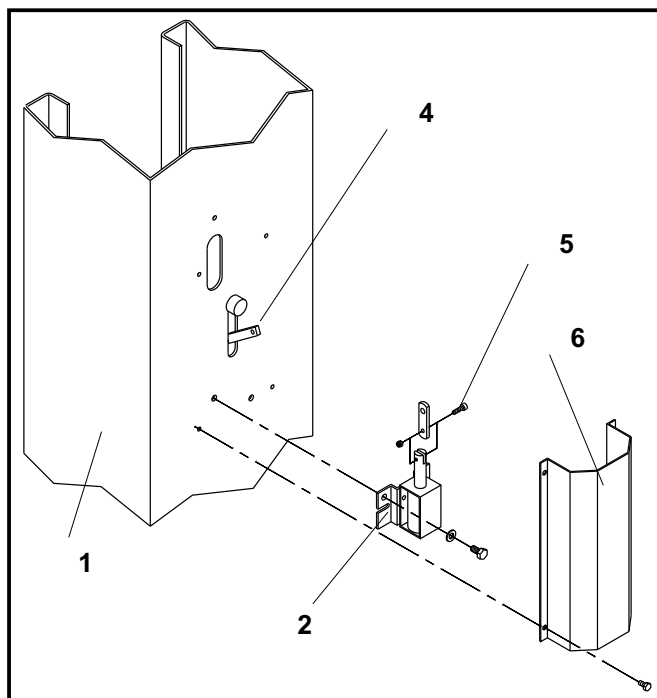

Fig.46 Montaggio elettromagneti
3 - Montare gli elettromagneti come segue (Vedere Fig.46): fissare alla colonna (1) la piastra con l'elettromagnete (2) con due viti TE M8x20 e relative rondelle piane; collegare la parte mobile del magnete al piatto saldato sul martelletto (4) e sporgente dalla colonna, mediante la biella (5) e due viti TE M6x20 con dado autobloccante basso.
3 - Mount the electromagnets as follows (see Fig.46): fix to the post (1) the pad with the electromagnet (2) with HH screws M8x20 and flat washers.
Fig.46 electromagnets mounting
- 3) Montare i carters di protezione magneti (Rif.6 Fig.46) con viti TE M6x10.
- 3) Mount the magnet (ref.6, fig.46) protecting guards with HH screws M6x10.